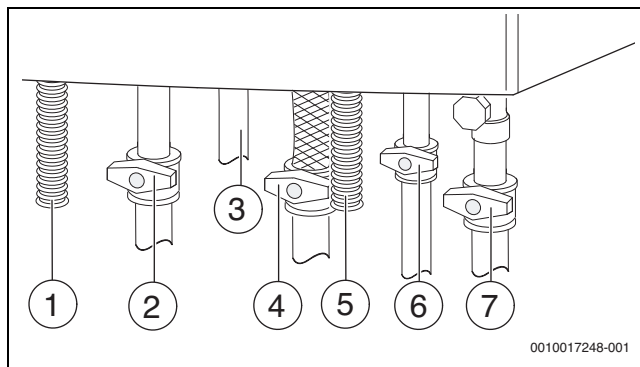

Fig. 35 Racorduri pe partea de gaz și apă (accesorii)
- ▶ Deschideți robinetul pentru apă rece (→ Fig. 35) și, apoi, un robinet pentru apă caldă, până când curge apă.
- ▶ Deschideți robinetul pe turul încălzirii și cel pe returul încălzirii (→ Fig. 35).